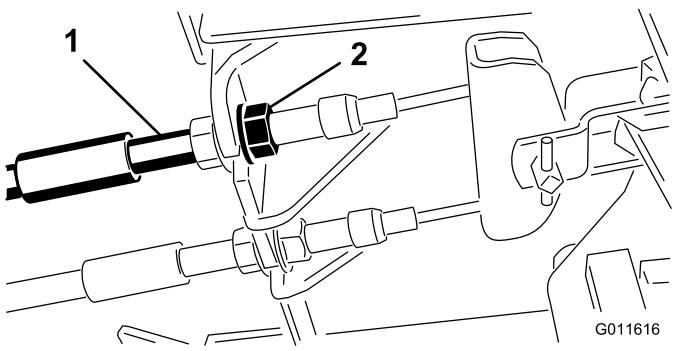

図 67
1. 遊びを減らすブレーキを締めるには、ブレーキケーブルのねじ山の前ナットをゆるめ、後ろのナットを締める図 67。